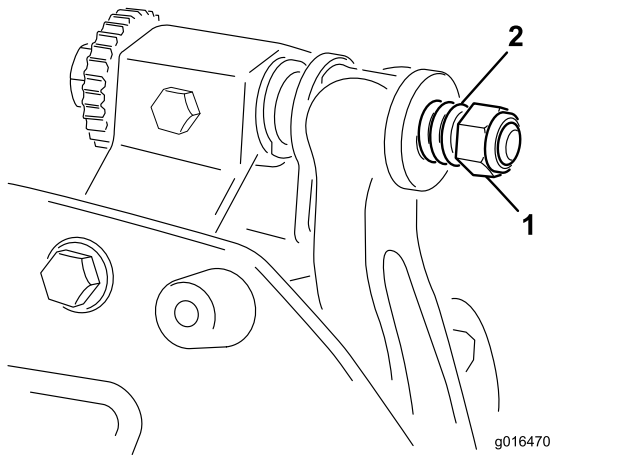

Bild 21
- Ziehen Sie die Federspannungsmutter an, bis die Feder zusammengedrückt ist, drehen Sie sie dann eine 1/2 Umdrehung heraus (Bild 21).